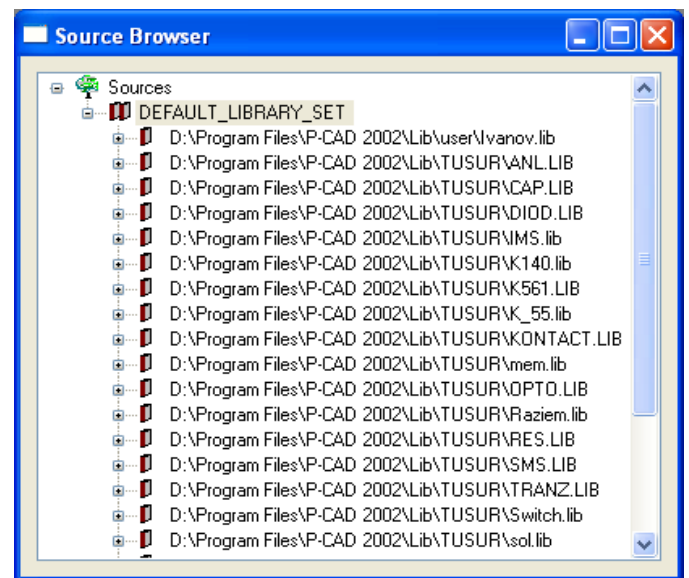

Рис. 3.5 - Добавление библиотек в группу **DEFAULT_LIBRARY_SET**
- Аналогичным образом добавьте в группу **DEFAULT_LIBRARY_SET** и все библиотеки дискретных элементов российского производства из каталога (... \Program Files\P-CAD\Lib\Tusur) (см. рис. 3.5).